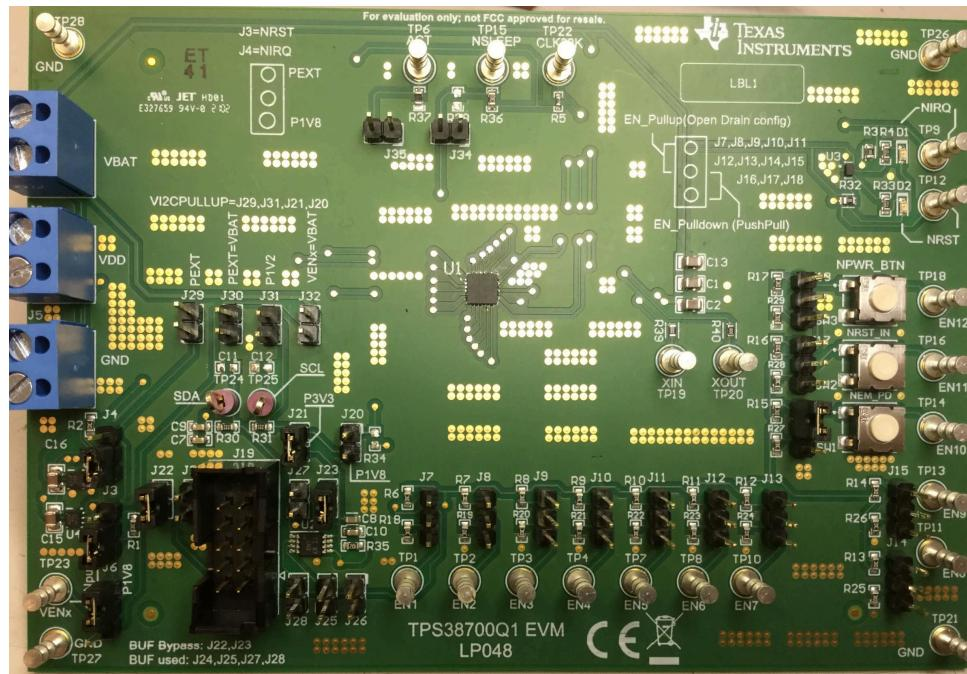

图 3-1. 跳线设置
表 3-2 列出了 TPS38700Q1EVM 上的跳线。EVM 将按顺序安装十六 (16) 个跳线。提供 图 3-1 作为直观的辅助手段。